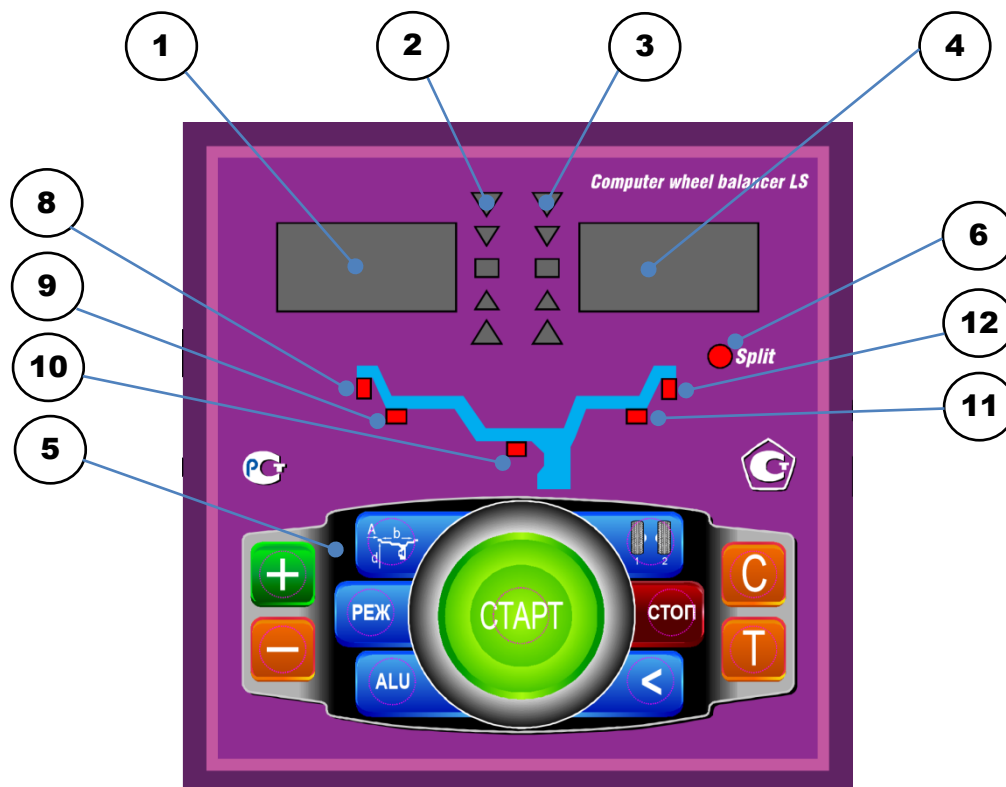

рис.8.1.
8.1. Общий вид лицевой панели показан на рис. 8.1.
При выдвигении штанги на индикаторах 1 (рис. 8.1) отображается значение параметра "А". Значение параметра "d" отображается на индикаторах 4.
Для ввода ширины нажмите кнопку "+" или "-" на индикаторах 1(рис.8.1) высветится "-b-", а на индикаторах 4 значение ширины диска. Через 2-3 сек после установки ширины индикаторы в режим отображения текущего дисбаланса.
Дважды нажать кнопку "A, d, b", после чего на индикаторах 1 (рис.8.1) загорается символ "A", а на индикаторах 4 исходная величина дистанции. Нажимая кнопки "-" и "+" установить на индикаторах 4 требуемую величину дистанции. Через 2-3 сек после установки дистанции показания на индикаторах 1 и 4 возвращаются к отображению текущего дисбаланса, а кнопки "-" и "+" возвращаются в режим ввода ширины обода.
11.1. Переключение схем ALU1-ALU5 осуществляется последовательным нажатием кнопки "ALU" при этом схема установки грузов отображается загоранием соответствующих светодиодов 8-12 (рис.8.1), кроме того, на индикаторах 1 отображаются символы ALU, а на индикаторах 4 номер 1-5. Через 2-3 сек. после установки требуемой программы ALU индикаторы 1-4 переходят в режим отображения дисбаланса.
12.3. Для входа в программу Split удерживайте кнопку РЕЖ, до того как загорится светодиод 6 (рис.8.1) и на индикаторах 1 загораются символы "SPn", означающие, что необходимо ввести число спиц обода колеса, подлежащего балансировке. При этом на индикаторах 4 загорается цифра 5. Если число спиц колеса отличается от 5, кнопками "-" и "+" установить на индикаторах 4 фактическое число спиц колеса.
12.4. Запустите СБ. После остановки вала установите любую спицу обода колеса вертикально вверх (на 12 часов) и нажмите кнопку С. После чего, на индикаторе 1 и линейке 2 (рис.8.1) будут указаны величина и место установки корректирующего груза на внутренней плоскости.
кнопку "1-2". Визуальный контроль того, какие параметры установлены в данный момент, осуществляется нажатием "A,d,b" на индикаторах 4 (рис.8.1) будут последовательно отображены, установленные в данный момент диаметр, ширина обода и дистанция.
14.1. При включении тумблера питания СБ на индикаторах 1 (рис. 8.1) высвечивается трёхзначное число -номер версии программного обеспечения. Через 2-3 сек на индикаторах 1 и 4 должны загореться нули, кроме того должны загореться светодиоды 8 и 12, что свидетельствует о включении режима стандартной балансировки с установкой на обеих плоскостях коррекции грузиков на пружинках. На линейках 2 и 3 (рис. 8.1) должны загореться центральные светодиоды.
14.2. При включении СБ программа измерения дисбаланса настраивается таким образом, что дисбаланс менее 8 г (заводская установка для легкового режима) на любой плоскости коррекции не показывается, в этом случае на индикаторах 1 и 4 (рис. 8.1) высвечиваются "0". Минимальный дисбаланс отображающийся на индикаторах 1 и 4 равен 8г. Дисбаланс, превышающий 8г, округляется до величины кратной 5, т. е. дисбаланс 9, 10, 11 и 12 г отображается цифрой 10, дисбаланс 13, 14,15, 16 и 17 г - цифрой 15 и т. д. Для просмотра неокруглённого значения дисбаланса или дисбаланса менее 8г. необходимо нажать кнопку "<", при этом на индикаторах 1 и 4 на 2-3 сек высвечиваются фактические значения дисбаланса, определённые в данном запуске.